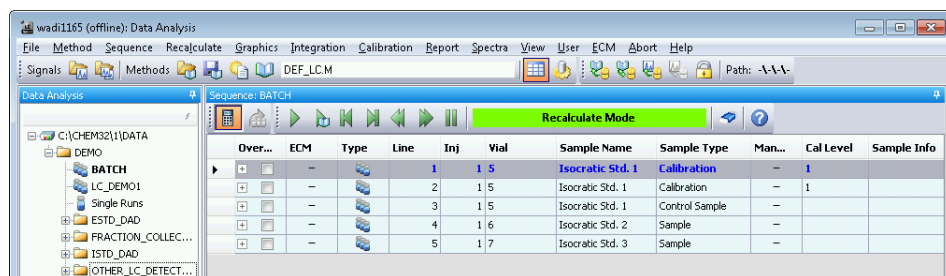
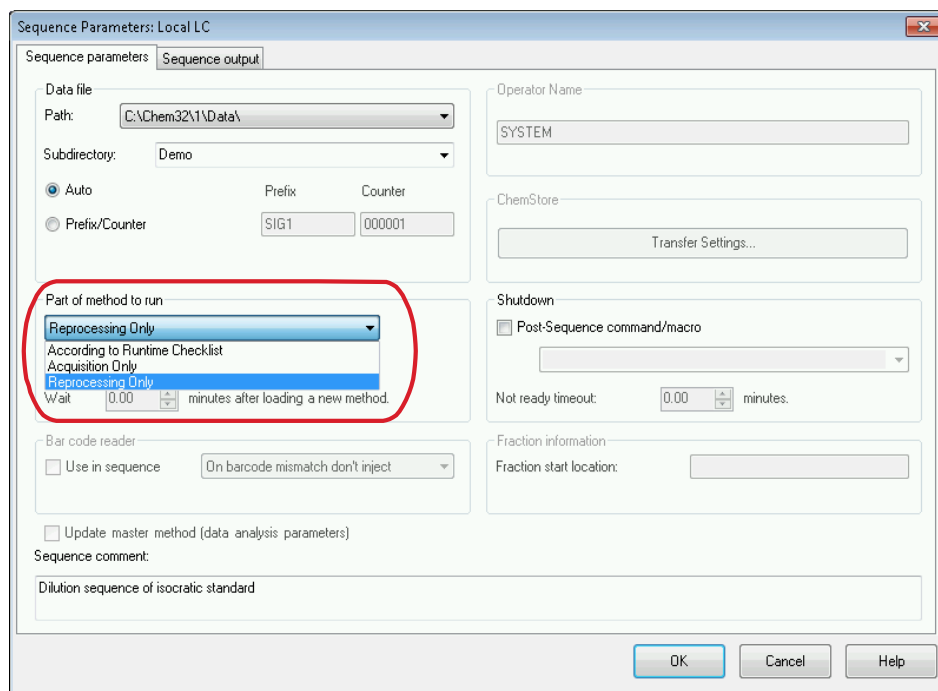

Рисунок 22 Таблица навигации для последовательностей, полученных при выключенном режиме **Unique Folder Creation**
Рисунок 23 Повторная обработка последовательностей, полученных при выключенном режиме **Unique Folder Creation**
- Когда последовательность, полученная при выключенной опции создания уникальной папки, загружается в таблицу навигации, на экране **Data Analysis** недоступен режим повторной обработки (Рисунок 22 на странице 121). Повторная обработка последовательностей, полученных при выключенном создании уникальной папки, возможна только на экране **Method and Run Control** путем выбора варианта **Reprocessing only** в диалоговом окне **Sequence Parameters** (Рисунок 23 на странице 122).